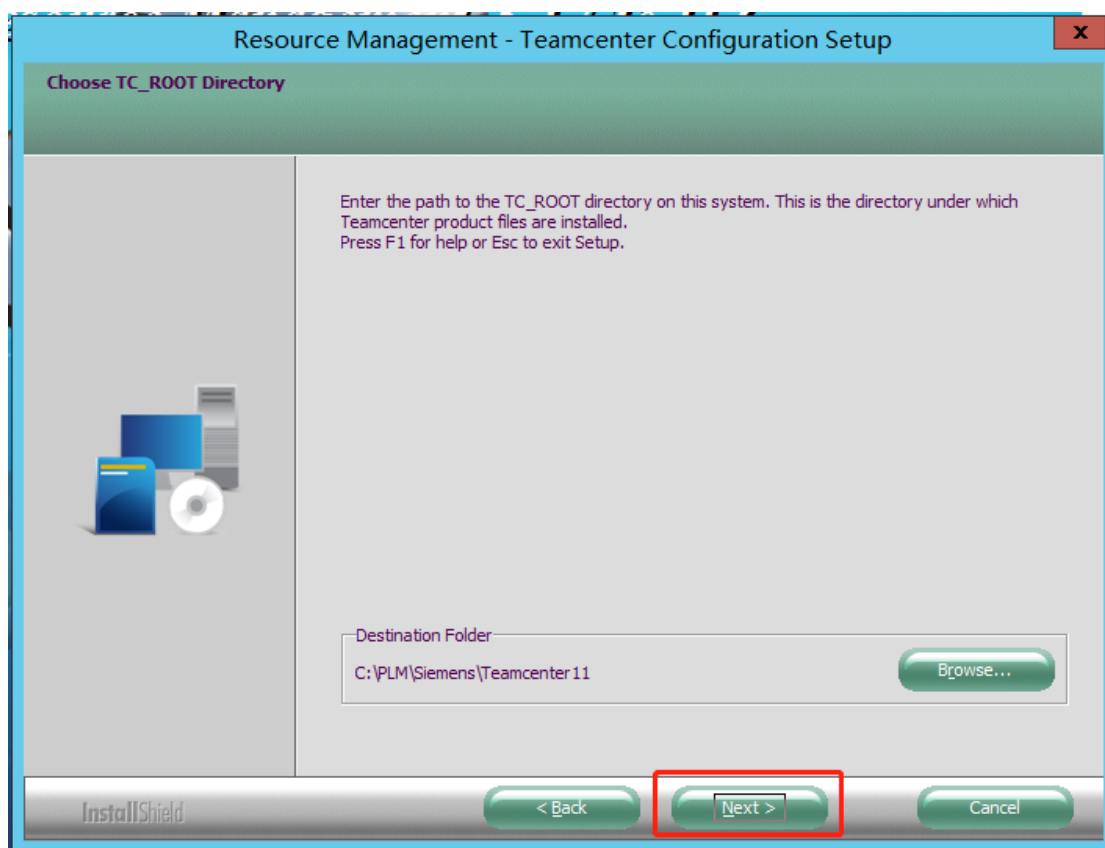

图 6
6. 选择 TC_ROOT 安装目录，点击 Next 下一步（如图 6）：